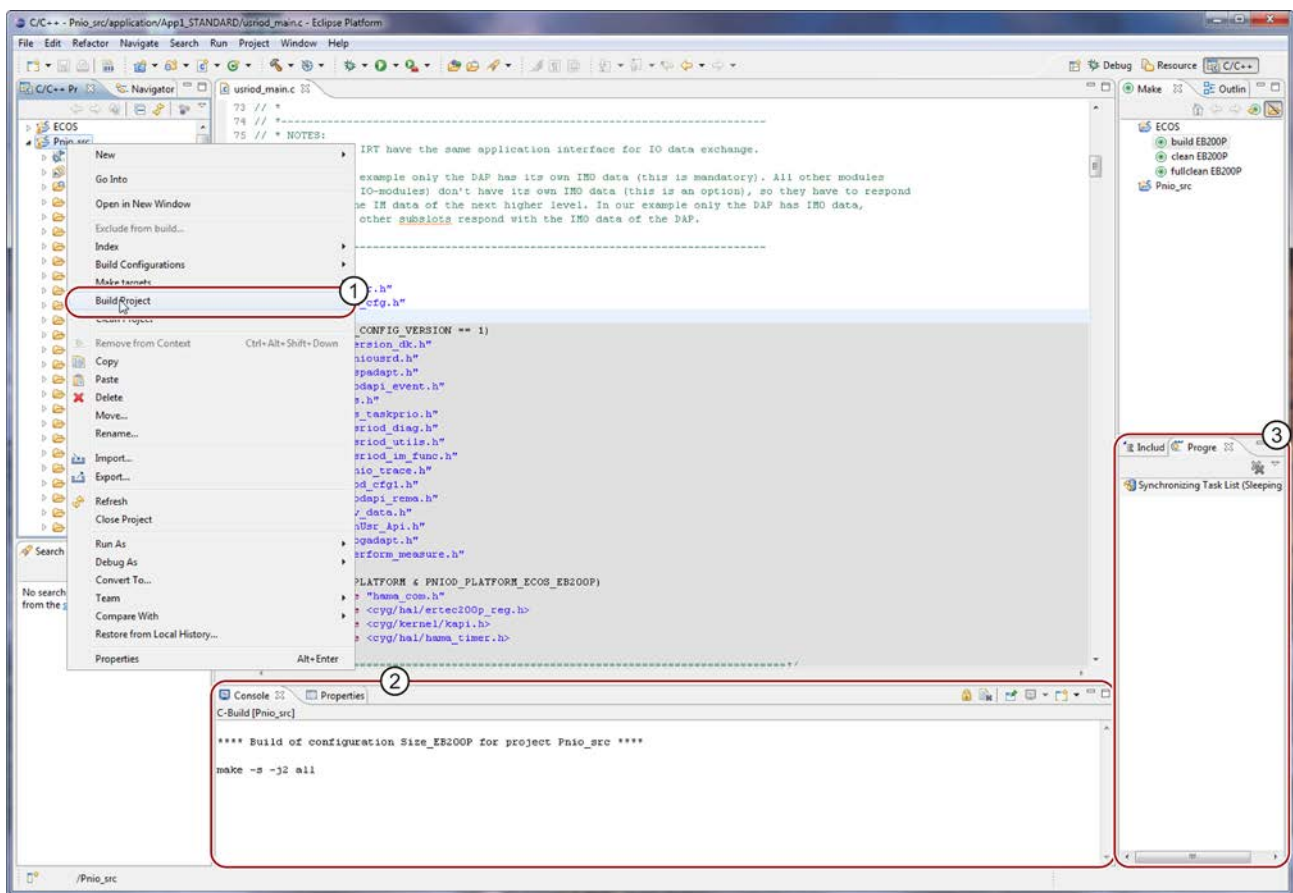

Bild 4-8 Projekt-Build durchführen
3. Aktivieren Sie das Kommando **Build Project**, siehe Bild 4-8 Projekt-Build durchführen (Seite 26).